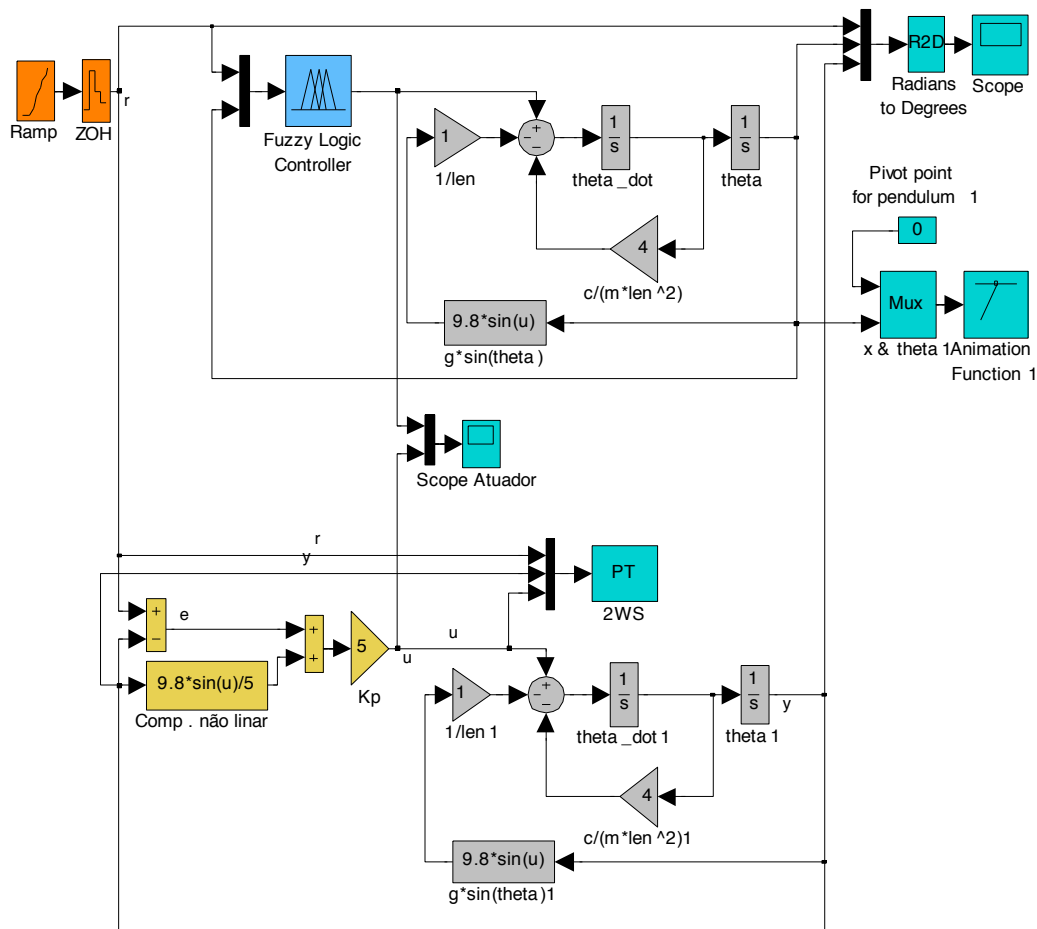

Figura 3 – Simulação do controlador Fuzzy e arranjo que implementa a linearização exata do pêndulo.
O controlador fuzzy (ver figura 3) apresenta resultados uniformes ao longo de toda a faixa de operação.
1. Criar um conjunto de treinamento, teste e validação para o pêndulo (figura 3).
Para tanto editar a simulação da figura 3 para capturar os valores de (r, y, u).